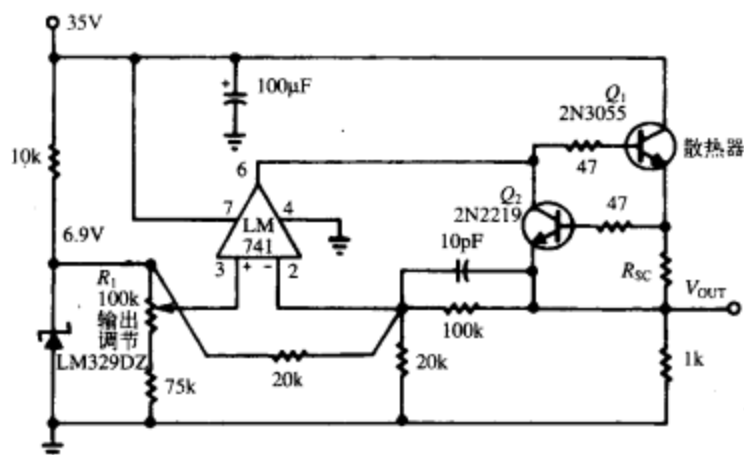

图2-5 通过调节 $R_1$ 可使这个直流电源的输出电压在3~30V之间变化。 $R_{SC}$ 应该在3~100 $\Omega$ 之间；短路电流大约等于 $20\text{mA} + 600\text{mV}/R_{SC}$
(7) 具有稳定输出的电源。电源应该有粗调和细调，并可调节限流。数字调节通常并不合适，因为它不便于在观察示波器及其变化趋势时连续上下扫描电压。在电源输出电容引起问题的情况下，也许需要一台电源，其输出电路就像一个运算放大器，没有输出电容。可以买一台这样的电源，或者也可以自己用一个运算放大器和几个三极管制作。图2-5所示电源的优点是，如果需要，就可以把它设计成电压摆动得很快电源。